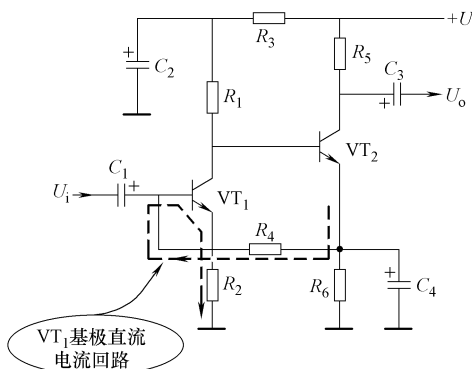

图 11-52  $VT_1$  管基极直流电流回路示意图
1) 特殊偏置电阻  $R_4$ 。 $R_4$  是  $VT_1$  管基极偏置电阻，为  $VT_1$  管提供基极偏置电压，这是一个比较特殊的基极偏置电路，只出现在双管直接耦合电路中， $R_4$  不是接在直流工作电压  $+U$  端，而是接在  $VT_2$  管发射极上，利用  $R_6$  上的发射极直流电压作为  $VT_1$  管基极直流偏置电压，这一点与前面介绍的偏置电路不同。如图 11-52 所示是  $VT_1$  管基极直流电流回路示意图。